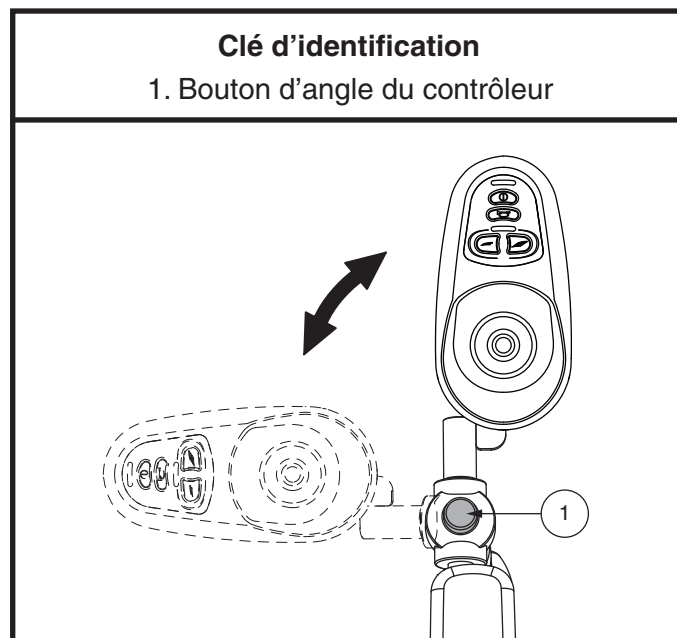

Figure 11. Réglage de l'angle du contrôleur
1. Appuyez et maintenez enfoncé le bouton d'angle du contrôleur et faites pivoter le contrôleur vers la gauche ou vers la droite à la position désirée. **Voir la figure 11.**